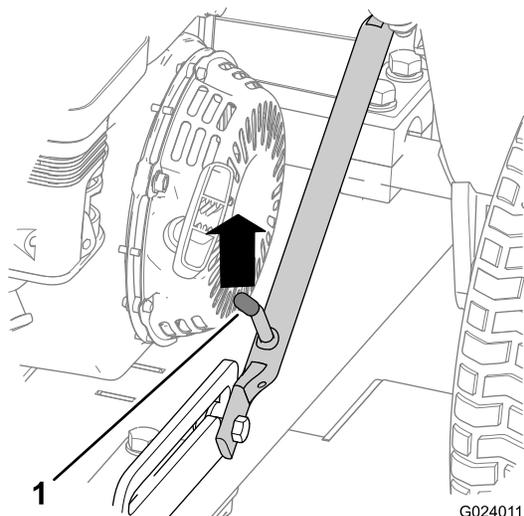

Figure 6
3. Poussez le dispositif d'attelage vers le haut jusqu'à ce que le levier de verrouillage soit dégagé du verrou de la glissière (Figure 6).